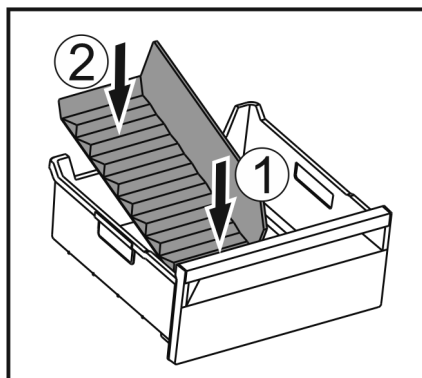

Fig. 235
- ▶ Установите переднюю часть разделителя отделения для льда. Fig. 235 (1)
- ▶ Опустите заднюю часть разделителя отделения для льда на дно выдвижного ящика. Fig. 235 (2)